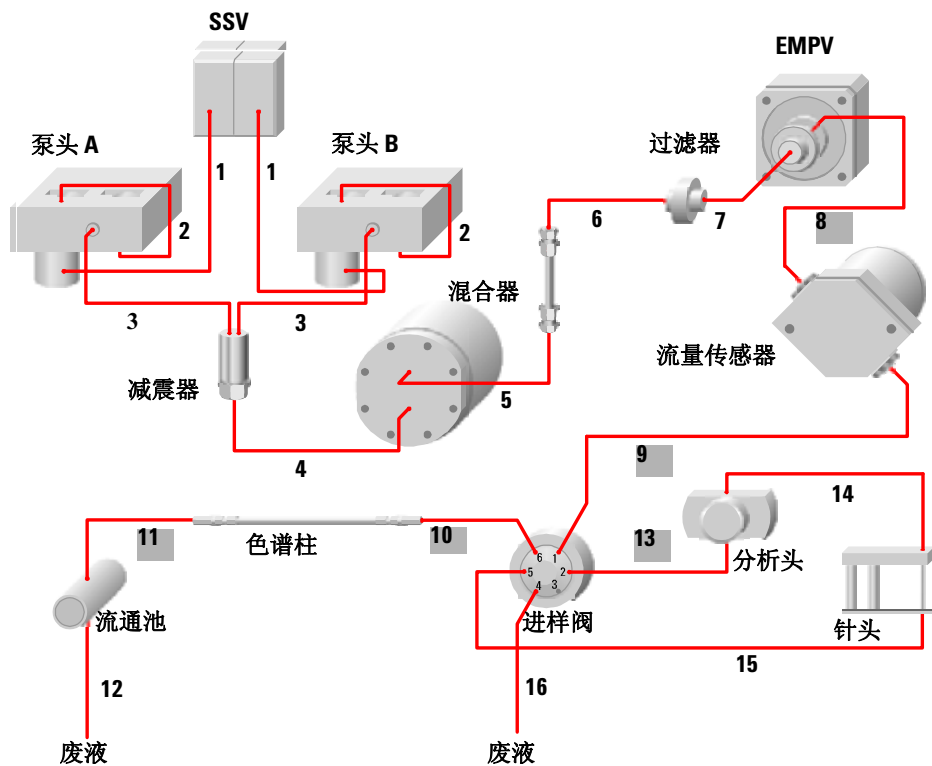

图 32 毛细液相泵流程图
使用表 57 中介绍的扩展流量范围工具包可以使毛细液相泵在 100 $\mu\text{l}/\text{min}$ 的最大流速下工作。为了在流速提高到 100 $\mu\text{l}/\text{min}$ 后降低系统的压力，必须更换部分毛细管。第 139 页上图 32 的阴影部分显示了这些毛细管（8、9、10、11、13）。
- 1 用 4 mm/1/4 – 5/16 英寸开口扳手拆开 8、9、10、11、13 毛细管。参见第 139 页上 图 32 确定它们的位置。
- 4 用 4 mm/1/4 – 5/16 英寸开口扳手连接 8、9、10、11、13 毛细管。参见第 139 页上 图 32 确定它们的位置。